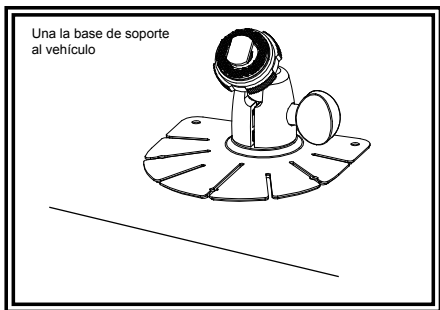

Figure 6
1. Choisissez l'endroit approprié sur le véhicule et fixez le piédestal (Figure 6)